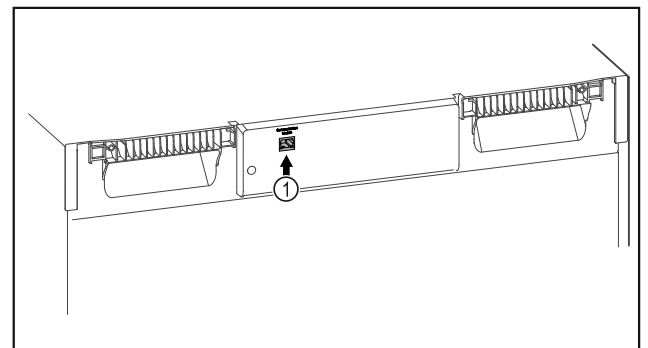

Fig. 108
- SmartModule Fig. 108 (1) on otettu käyttöön.